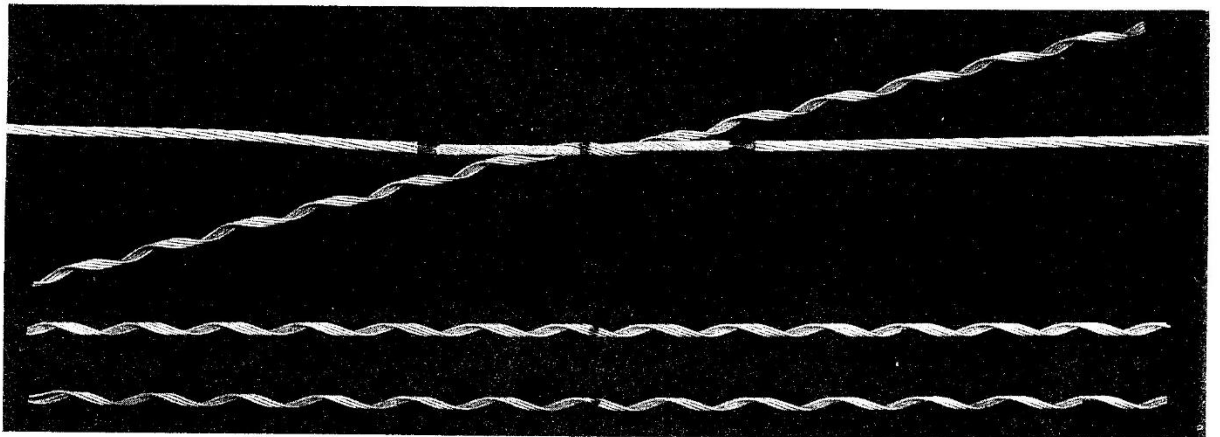

Рисунок 9.
9. Совместите центральную метку подгруппы внешних повивов, содержащую наибольшее количество стержней, с центральной меткой «Filler Rod Splice» и аккуратно накрутите ее. (Рисунок 9.)